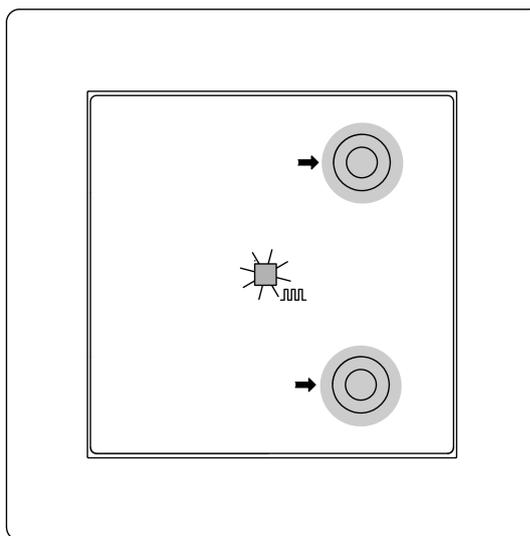
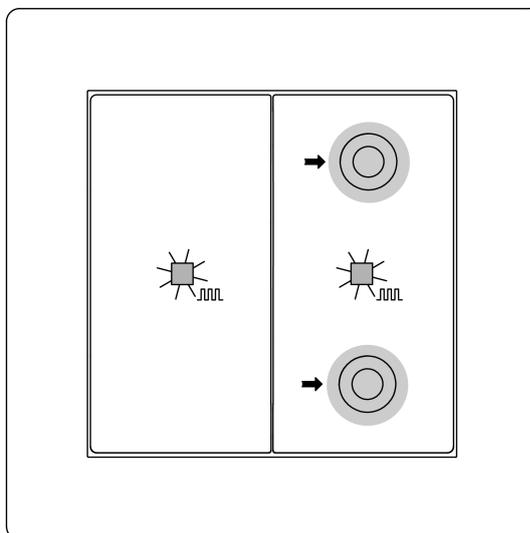

Figure 5: Activer le mode de programmation (1 voie)
Figure 6: Activer le mode de programmation (2 voies)
Programmer l'adresse physique et le programme d'application (Figure 5) 1 voie et (Figure 6) 2 voies
- Activer le mode de programmation : appuyer simultanément sur la touche en haut à droite et la touche en bas à droite et les maintenir enfoncées pendant > 4 secondes pour (Figure 5) simple et (Figure 6) double.